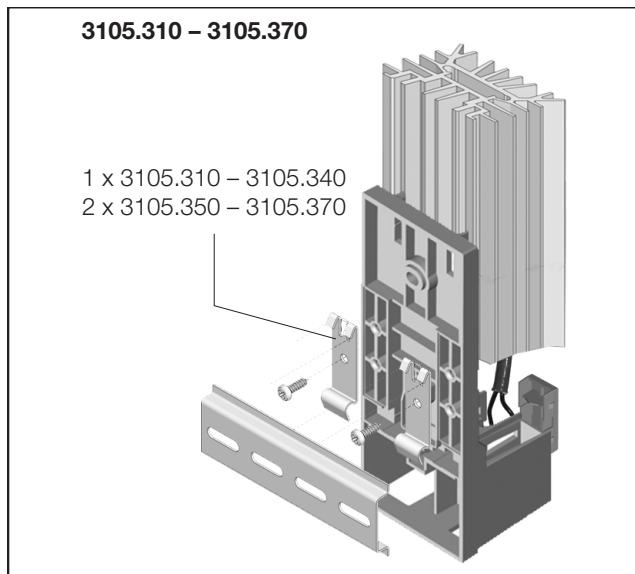

Bild 2: Snäppfastsättning på 35 mm profilskena EN 60715
1	Fastsättningsmaterial (se bild 2)
Fastsättningsmaterial (se bild 2)
1. Snäppfastsättning på en 35 mm profilskena EN 60715 (bild 2).